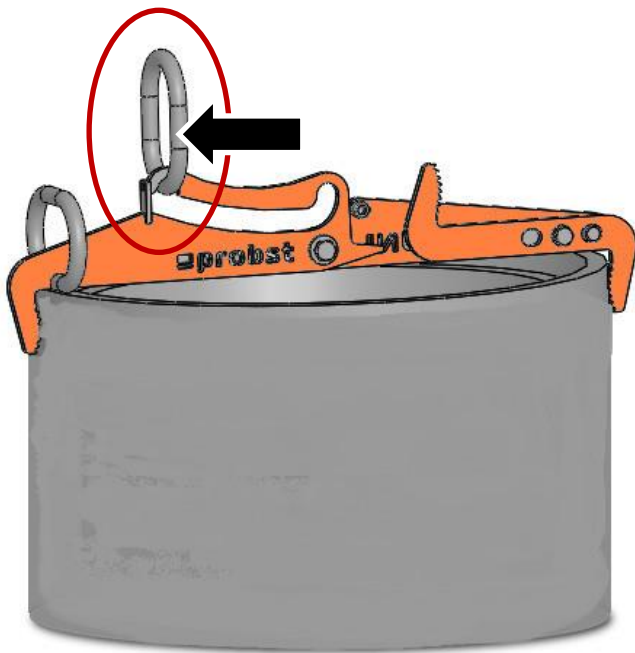

Bild 13
- Durch vorsichtiges Bewegen des Kranhakens am Trägergerät (z.B. Bagger), die Einhängeöse in die sogenannte Leertransport-Position (siehe Bild 13) bringen (alternativ kann dies auch von Hand geschehen).